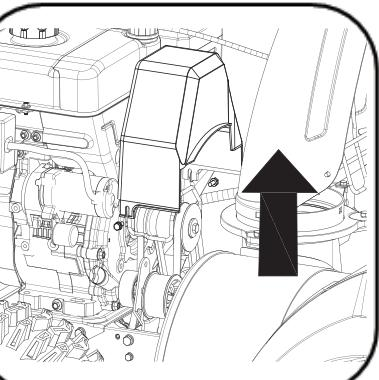

Рисунок 20
- Снять кожух ремня на передней части двигателя, открутив два самореза (см. Рисунок 20).